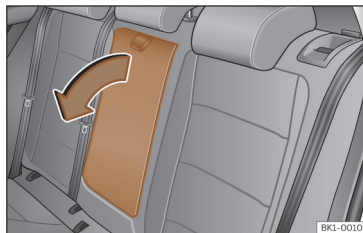

Fig. 102 Apoio de braços central traseiro rebatível (representação esquemática).
- Para **baixar** o apoio de braços, puxe o laço no sentido da seta >>> **Fig. 102**.